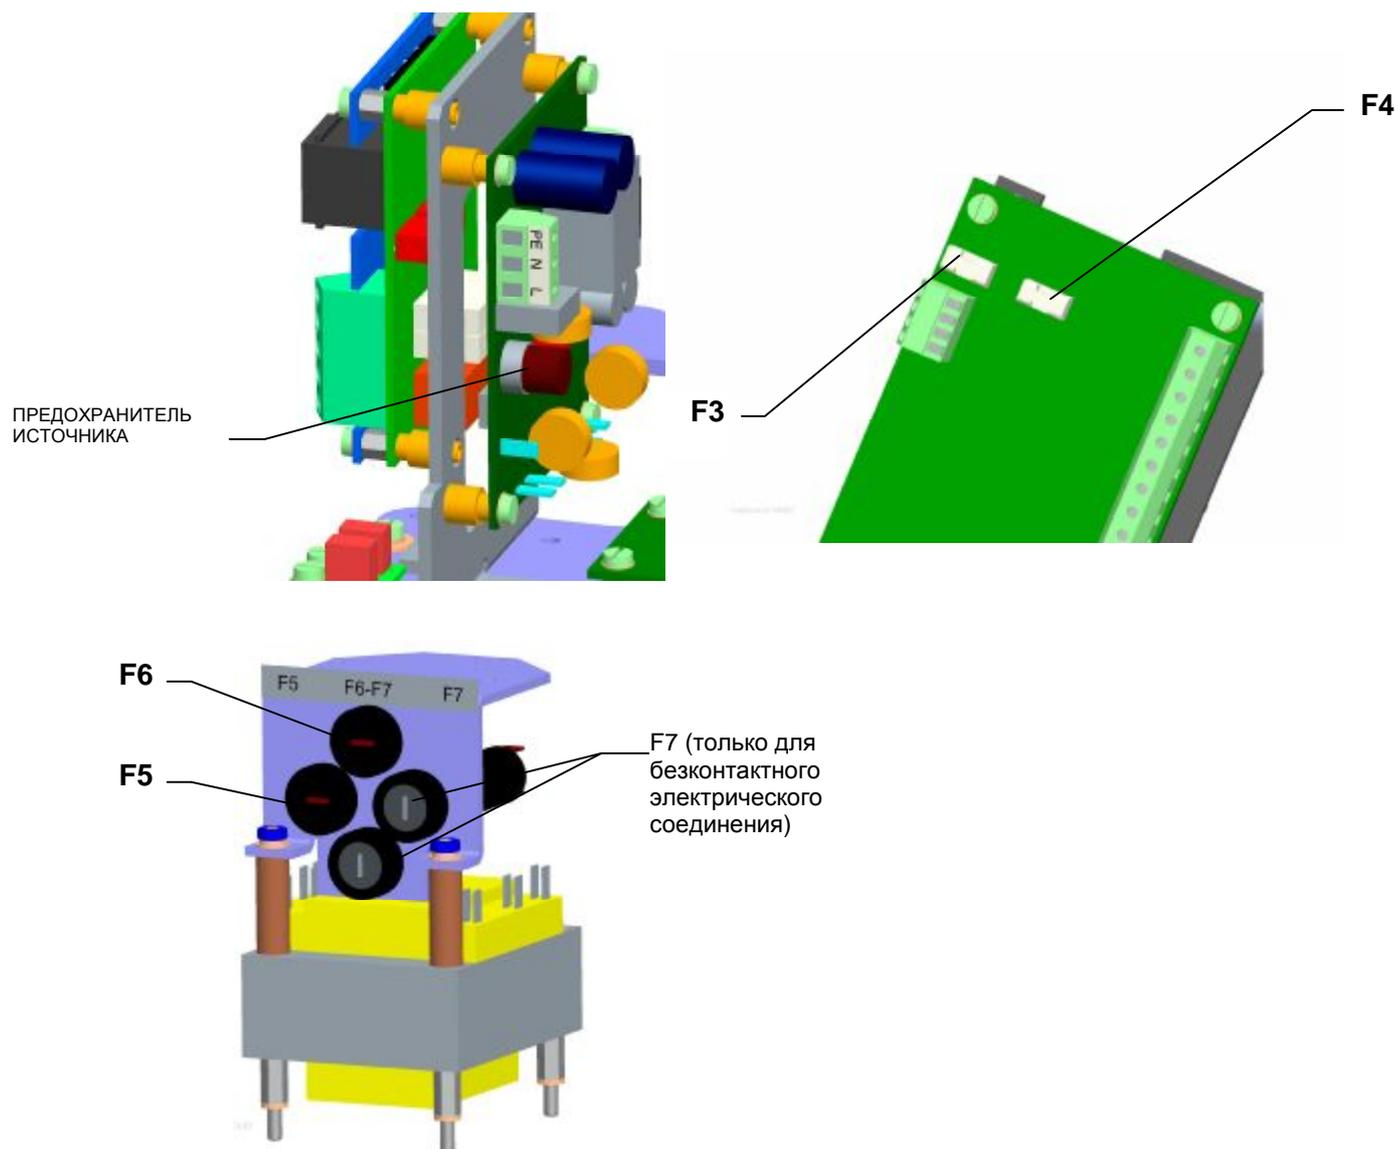

Рис.5
Доска источника ЭП оснащена предохранителями (F3 и F4) питающего источника. Установка предохранителя на доске источника указана на **Рис. 5**.
**Изготовление со стойками.** При помещении стоек в гнездо арматуры при помощи ключа ОК 22, насаженного на стойки (87) (рис.5а), следует стойки зафиксировать в верхней части гайкой (91) и шайбой (92).
**Изготовление с фланцами – крепление при помощи болтов.** ЭП с фланцем (88) (рис.5а) следует насадить на арматуру при помощи болтов и зафиксировать четырьмя гайками М12.
**Изготовление с фланцами – крепление при помощи центральной гайки .** ЭП с фланцем (88) (рис.5а), насадить на токопроводящую цилиндрическую часть арматуры и зафиксировать при помощи центральной гайки. Центральная гайка не является предметом поставки.
Для соединения тяги ЭП с тягой арматуры служит муфта (93) (рис.5а),, которую можно вращать после ослабления крепежных винтов (94).